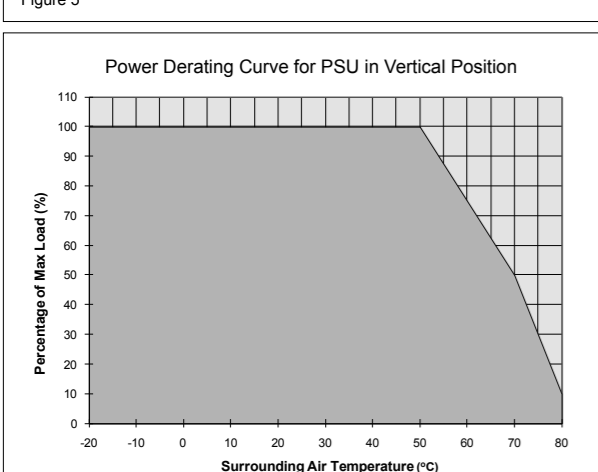

Figure 6
5.4. Thermal behavior (Fig. 6)
- 4. Comportement thermique (Fig. 6)**